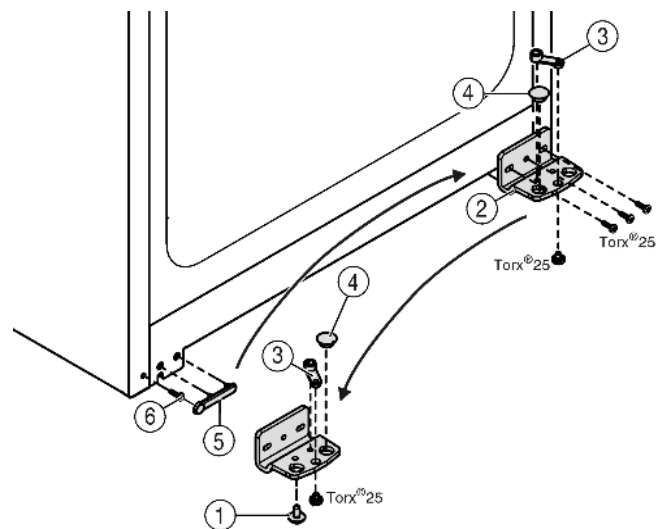

Fig. 7
- ▶ Lagerbock Fig. 7 (2) abschrauben.
- ▶ Lagerteil *Fig. 7 (3)* abschrauben und in das gegenüberliegende Aufnahmeloch des Lagerbocks umsetzen, wieder festschrauben.
- ▶ Stopfen *Fig. 7 (4)* aus dem Lagerbock herausnehmen und in das gegenüberliegende Aufnahmeloch des Lagerbocks umsetzen.
- ▶ Griffseitige Abdeckung *Fig. 7 (5)* vorsichtig abheben.
- ▶ Schraube *Fig. 7 (6)* herausdrehen und auf der Gegenseite wieder einsetzen.
- ▶ Abdeckung *Fig. 7 (5)* wieder aufsetzen.
- ▶ Lagerbock *Fig. 7 (2)* auf der neuen Scharnierseite **fest (mit 4 Nm)** ggf. mit Hilfe eines Akkuschraubers wieder festschrauben.